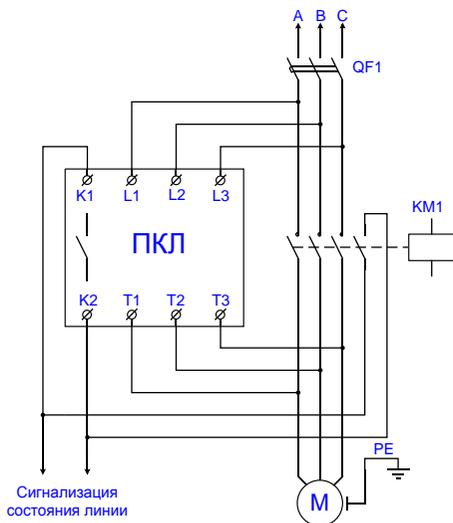

Рис. 3. Рекомендуемое подключение ПКЛ в схему управления трехфазным электродвигателем с прямым пуском
5.3. Типовые схемы подключения ПКЛ показаны на рис. 3 - 7.